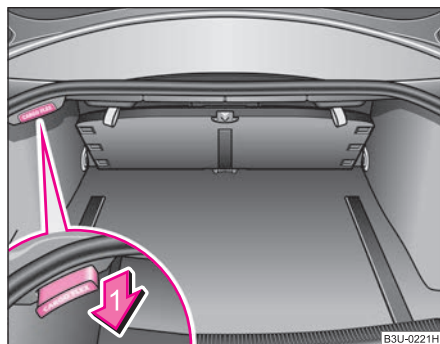
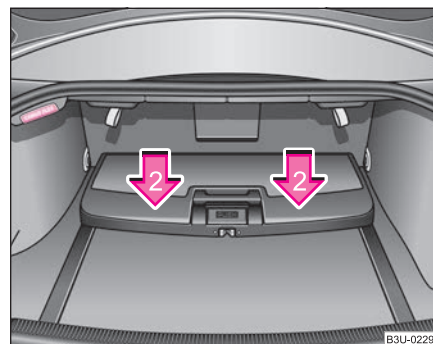

Fig. 79 Plataforma plegable: Posición de transporte
Fig. 80 Plataforma plegable: posición de disponibilidad
Puede transportar la plataforma plegable en dos posiciones diferentes - en la posición de transporte junto a la pared divisoria del maletero ⇒ fig. 79 o en la posición de disponibilidad sobre el piso del maletero ⇒ fig. 80.
- Tire del tirador de desacoplamiento en el sentido de la flecha 1 ⇒ fig. 79. La plataforma plegable se baja hasta poco antes de llegar al piso del maletero.
- Presione la plataforma plegable en los puntos de flecha 2 ⇒ fig. 80 bajándola al piso del maletero, hasta que encastre de forma audible. Si está correctamente encastrada, el tirador de desacoplamiento volverá a su posición inicial (la superficie superior roja del tirador no será visible).
- Tire del tirador de desacoplamiento en el sentido de la flecha 1 ⇒ página 95, fig. 79. La plataforma plegable se levantará del piso del maletero.
- Antes de descender la plataforma plegable B a su posición de disponibilidad ⇒ página 95, fig. 80 es necesario desmontar la red*, para evitar así el deterioramiento de la red. ■